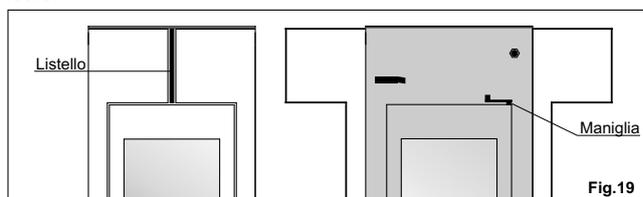

Fig.19
- 2- Aprire l'antina, agendo manualmente sulla maniglia (**fig.19**).